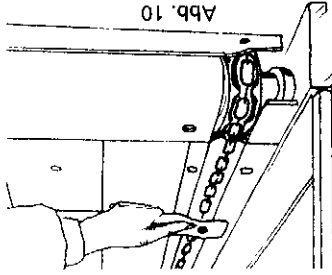

Abb. 10
30. Bei Rollbodenleistenwechsel besonders auf gute Verriegelung der Schrauben achten! (Abb. 10)
- 30) When changing apron floor guides, ensure that the screws are securely fastened (Fig. 10).
30. En cas de remplacement des barrettes du fond mobile, veiller particulièrement au rivetage impeccable des vis (fig. 10).
30. Sostituendo i listelli del fondo mobile bisogna che le viti vengano serrate con la massima cura! (fig. 10)